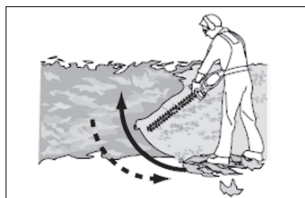

Рис. 1
2. Всегда крепко держите изделие обеими руками за переднюю ручку (1) и заднюю ручку (4). Никогда не используйте этот продукт только одной рукой.
4. Сначала отрежьте обе стороны снизу, разрезая вверх до верха. Это предотвратит попадание любых черенков в зону еще подлежащего резанию участка (рис. 1).